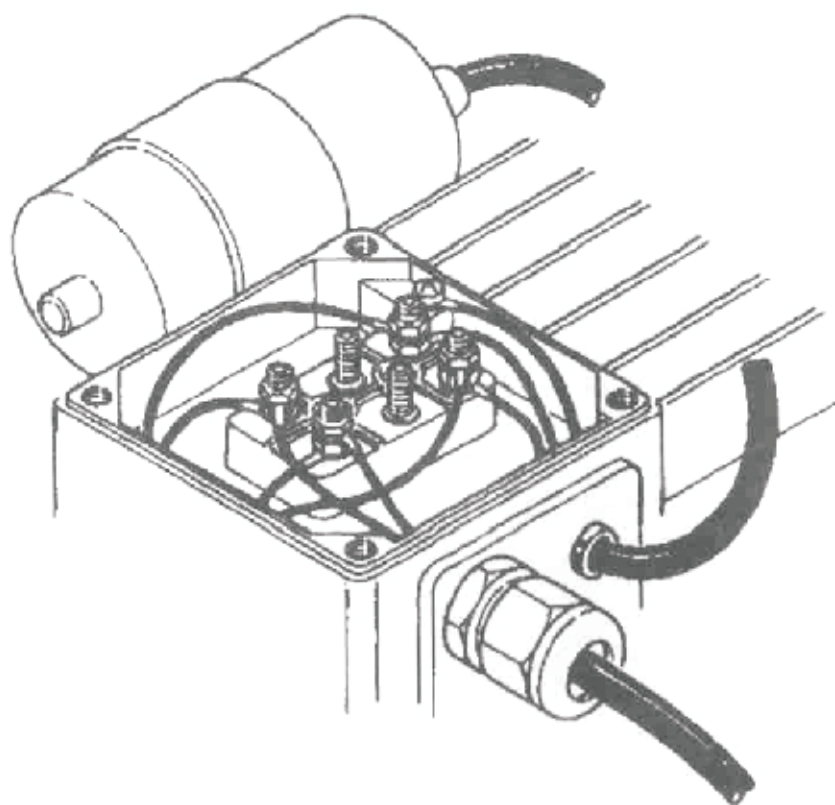

rys. 1
Upewnić się, że wał silnika obraca się swobodnie; nie uruchamiać pompy, gdy silnik jest zablokowany. W celu ręcznego uruchomienia za pomocą śrubokręta, na końcówce zaworu znajduje się szczelina (Rysunek 1 strona 37). W trójfazowych silnikach rewersyjnych wirnik (13) może spłaszczyć się w kierunku przeciwnym. Obróty wsteczne mogą spowodować uszkodzenie mechaniczne. Uruchomić silnik na kilka sekund i upewnić się, że obroty są zgodne z kierunkiem wskazanym przez znak strzałki na osłonie wentylatora. W przeciwnym wypadku należy skontaktować się z instalatorem (zmiana faz).